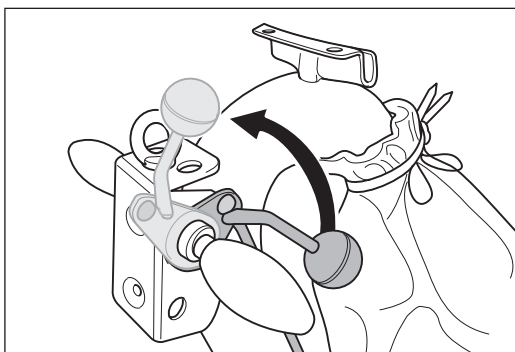

Abb. 24 Den Ablasshebel am Handgriff bis zum Anschlag nach oben ziehen. Dadurch wird die Schleifwalze vom Boden abgehoben.
- 1 Bevor Sie die Maschine ausschalten, heben Sie die Schleifwalze vom Boden ab. Ziehen Sie dazu den Ablasshebel am Handgriff bis zum Anschlag nach oben (Abb. 24).